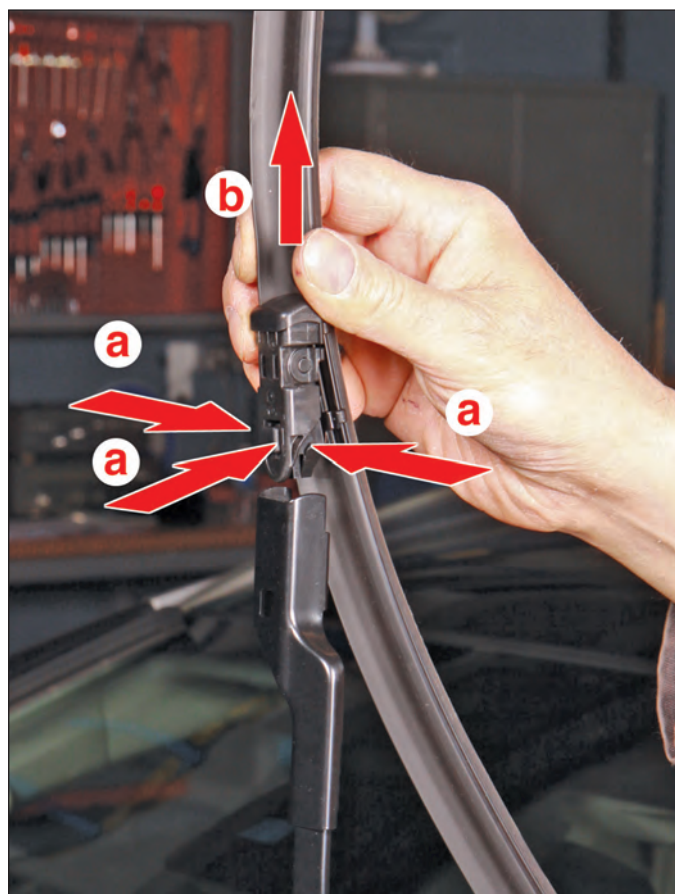

FIG.1
- Appuyer sur les pattes de verrouillage suivant les flèches (a) et extraire le balai en le tirant dans l'axe suivant la flèche (b) (Fig.1).